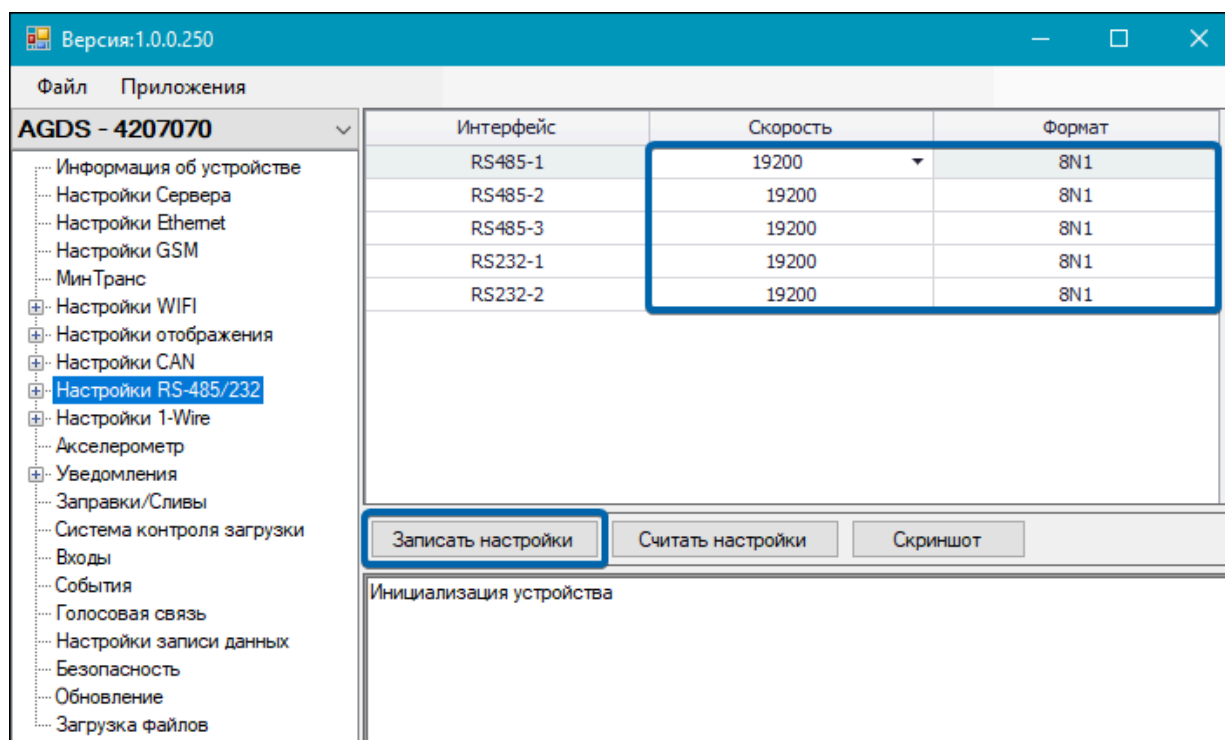

Рис.83. Настройка интерфейса шины RS-485/232
2. Выберите в списке программы-конфигуратора пункт «Настройки RS-485/232» (**Рис.83**).